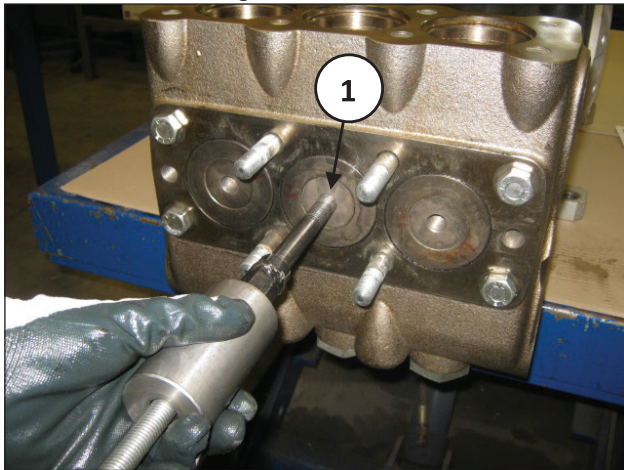

Abb. 103
- C) Entfernen Sie die vorderen Kappen mithilfe eines Abziehers mit Schlagwerk M16 (Pos. ①, Abb. 103).